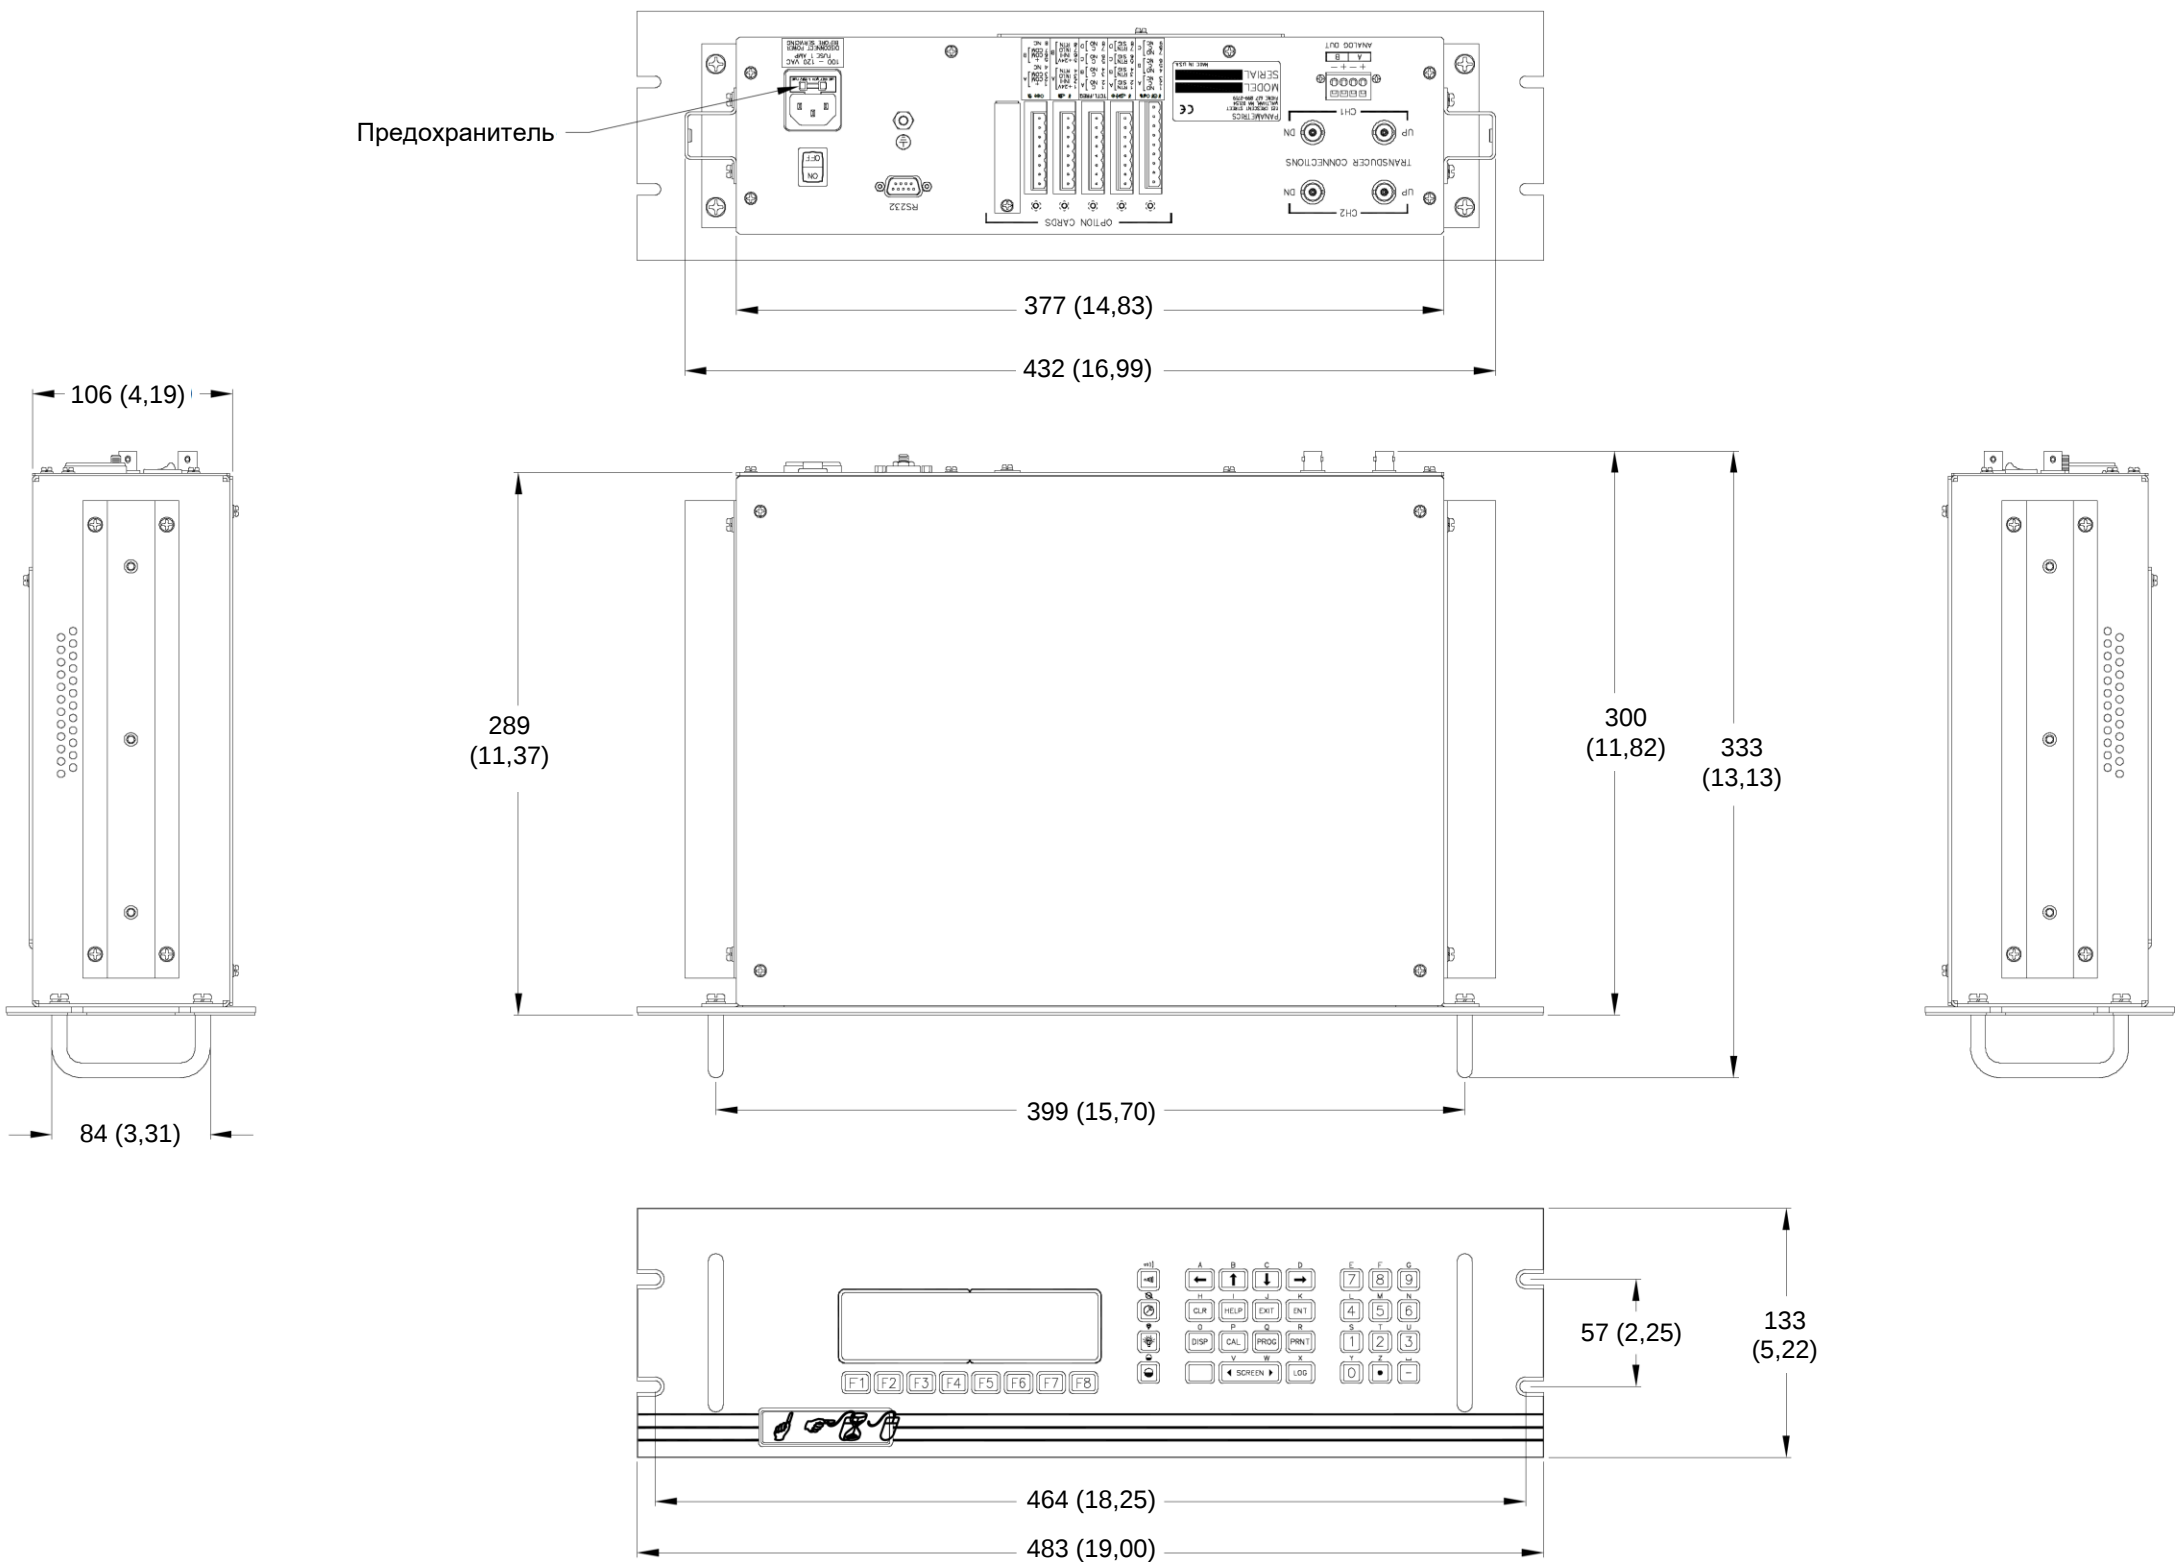
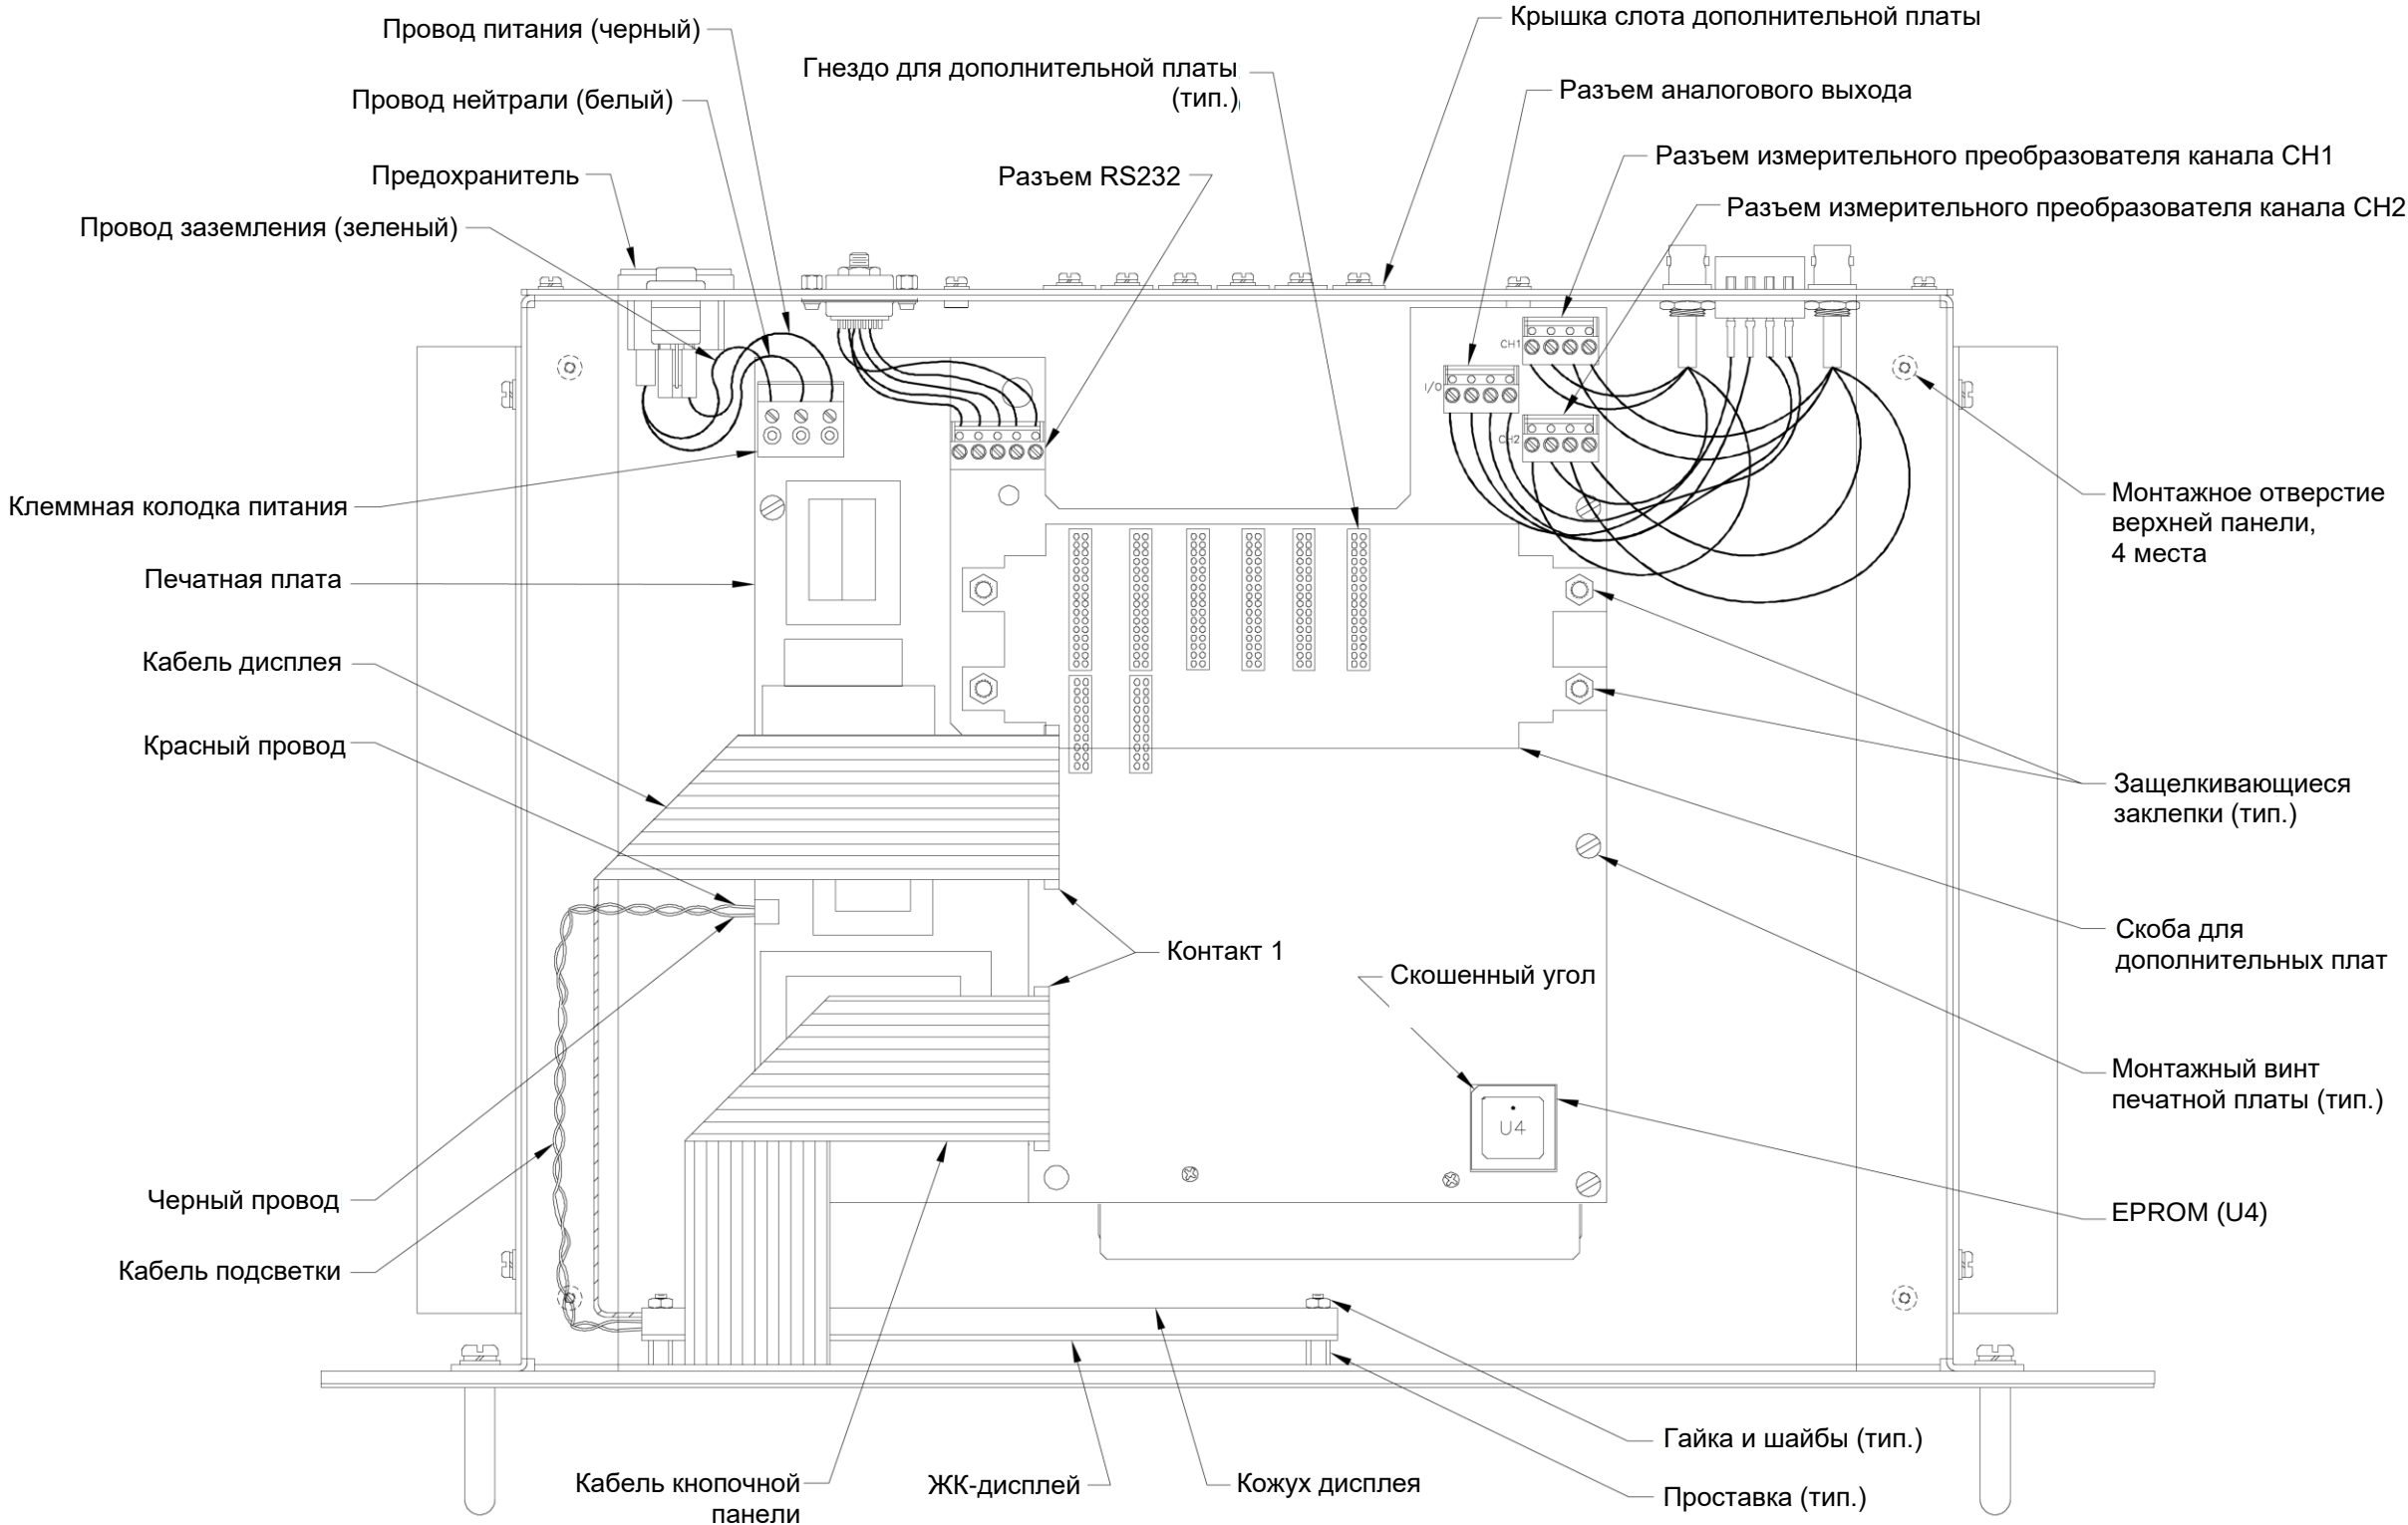

Рисунок 10: Размеры корпуса расходомера модели GF868 для монтажа в стойку (Нечертежа 712-1076)
Рисунок 11: Размеры консоли в сборе модели GF868 для монтажа в стойку (№чертежа 705-849)
Расположение соответствующих элементов см. на рис. 10 на стр. 49 и рис. 11 на стр. 50 при выполнении следующих процедур. Если верхняя панель расходомера доступна, сервисное обслуживание можно выполнять без извлечения расходомера из стойки. В противном случае отсоедините все электрические подключения на задней панели и извлеките расходомер из стойки, прежде чем выполнять последующие действия.
Если определено, что требуется замена предохранителя в модели GF868, см. рис. 10 на стр. 49 и рис. 11 на стр. 50 и выполните следующие шаги:
См. рис. 11 на стр. 50 и выполните следующие шаги:
Замена EPROM может потребоваться для замены неисправной микросхемы или для перехода к более новой версии программного обеспечения. Для замены EPROM см. рис. 11 на стр. 50 и выполните следующие шаги:
Для замены ЖК-дисплея см. рис. 11 на стр. 50 и выполните следующие шаги:
5. Установите разъемы RS232, ANALOG OUT (АНАЛОГОВЫЙ ВЫХОД) и TRANSDUCER (ПРЕОБРАЗОВАТЕЛЬ) на печатную плату в местах, указанных на рис. 11 на стр. 50. Следите, чтобы стороны разъемов с помеченным контактом №1 были обращены к правой стороне (сторона кнопочной панели) корпуса.